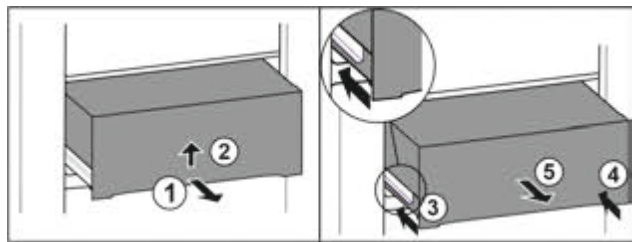

Fig. 68
- ▶ Витягніть ящик на половину. Fig. 68 (1)
- ▶ Підняти висувний ящик за нижній бік. Fig. 68 (2)
- ▶ Вставити ліву рейку. Fig. 68 (3)
- ▶ Вставити праву рейку. Fig. 68 (4)
- ▶ Вийняти висувний ящик рухом вперед. Fig. 68 (5)